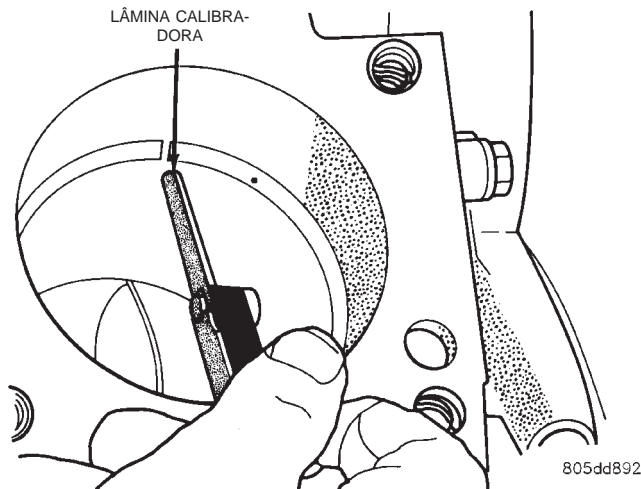

Fig. 10 Medição da Folga
(4) Coloque o anel do diâmetro do cilindro e pressione com o pistão invertido para posicionar a extremidade inferior próxima do curso do anel. Meça a folga do anel com uma lâmina calibradora bem apertada entre as extremidades do anel (Fig. 10).